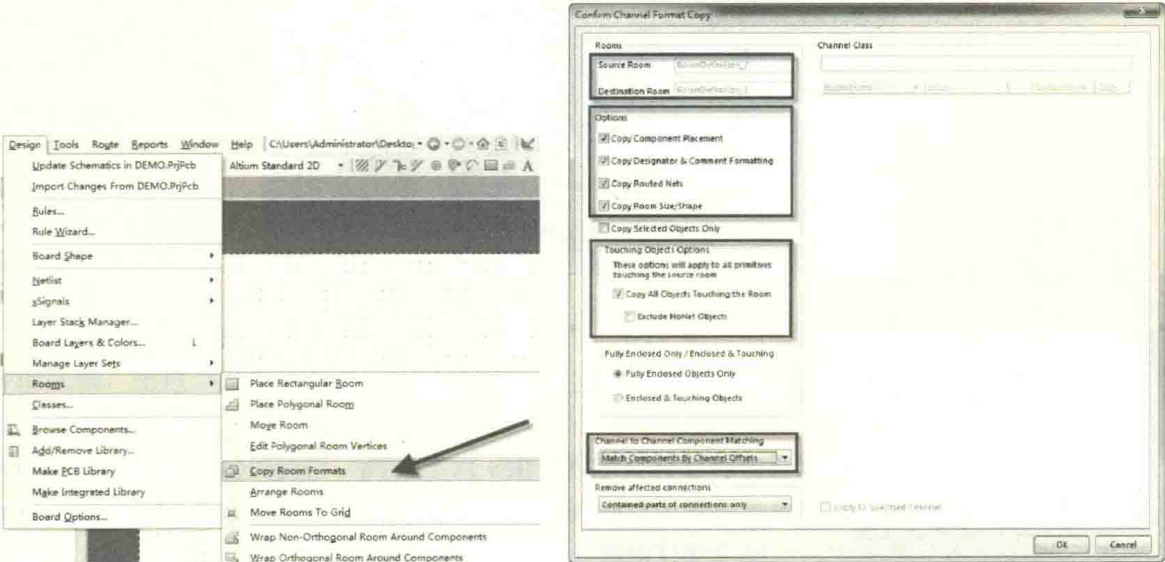

图 11-14 Room 的复制
(5) 执行菜单命令“Design-Rooms-Copy Room Formats”，设置对应的复制选项，单击“OK”按钮，之后激活 Room 复制命令，如图 11-14 所示。